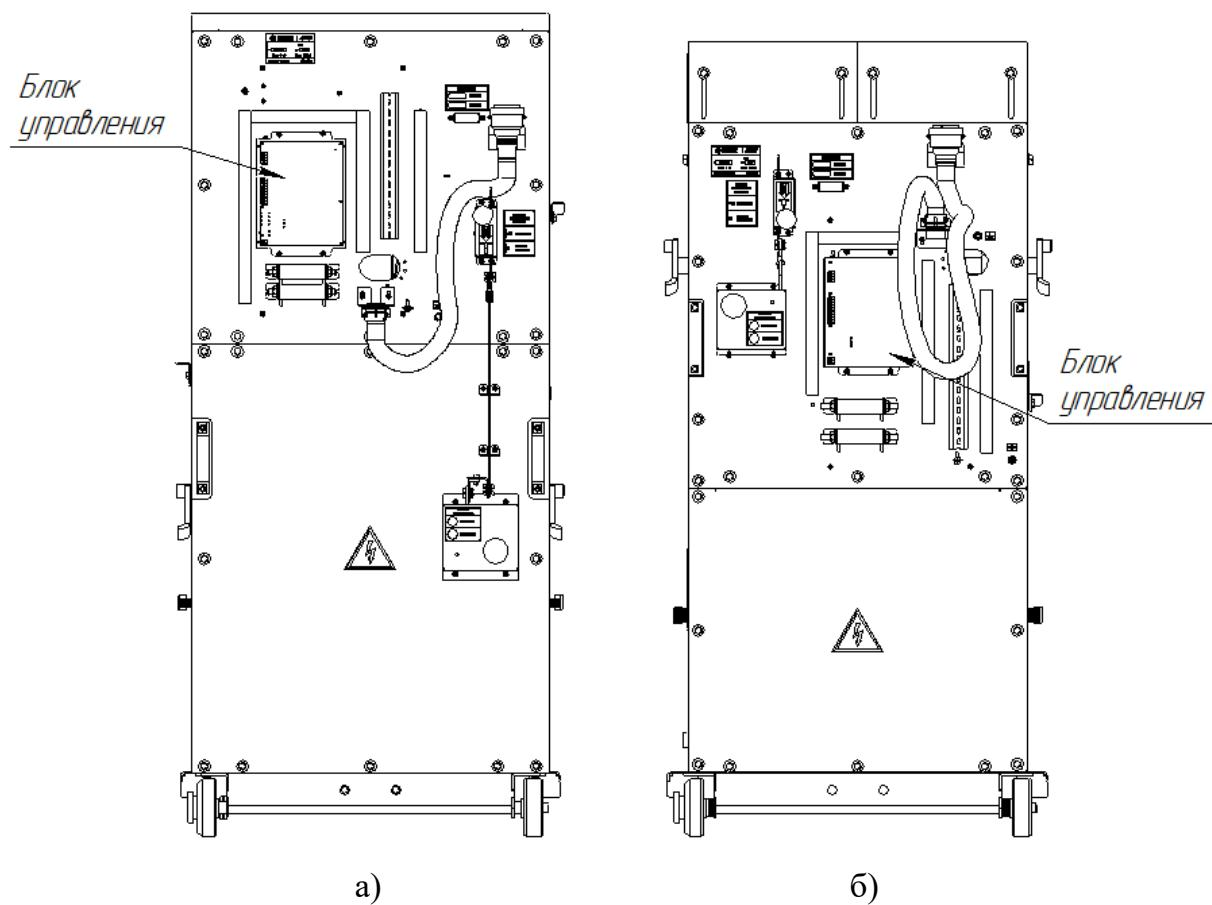

Рисунок 3 – Состав выкатного элемента КЭПС-ВЭ КРУ2-10 (КВЭ-10): а) вал внизу; б) вал вверху
1.3.3 За кожухом располагаются (рисунок 3) расположены блок управления коммутационным модулем и элементы вторичных цепей (предварительно согласованных с заказчиком).
1.6.1 Механизм блокировки и отключения выключателя размыкает цепь включения коммутационного модуля (срабатывает концевой выключатель, который размыкает цепь включения коммутационного модуля), обеспечивает механическую блокировку включения коммутационного модуля и разрешает перемещения выкатного элемента. Реализуется это следующим образом, для вкатывания выкатного элемента в шкаф КРУ необходимо кнопку механизма блокировки и отключения перевести в положение «ОТКЛЮЧЕН И ЗАБЛОКИРОВАН» (рисунок 3). Далее при помощи вращения ключа и переместить выкатной элемент в нужное положение. Если после перемещения выкатного элемента необходимо включить коммутационный модуль, то кнопку механизма блокировки и отключения необходимо вернуть в положение «РАЗБЛОКИРОВАН» тем самым коммутационный модуль будет разблокирован.